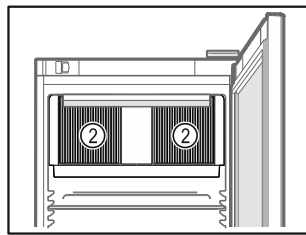

Fig. 31
- Не закрывайте вентиляционную щель Fig. 31 (2) вентилятора циркуляционного воздуха во внутренней камере.